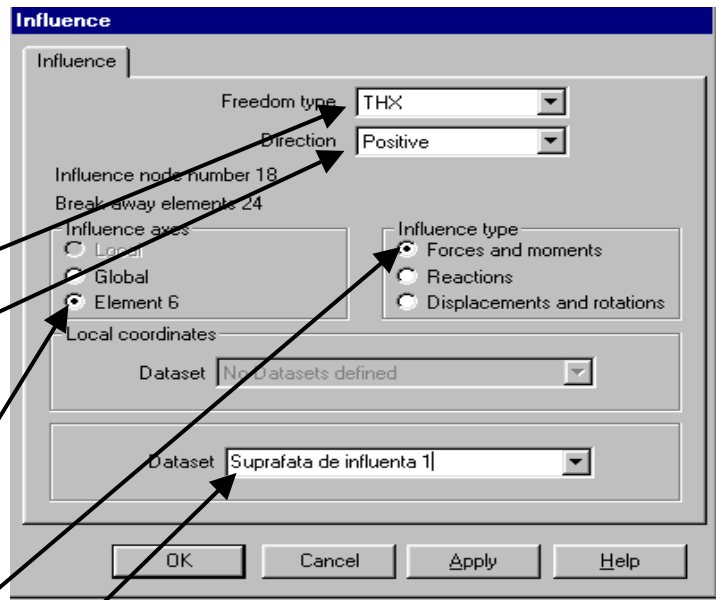

Fig. 27
- în caseta de dialog care va fi afișată pe ecran selecțai (fig. 27):